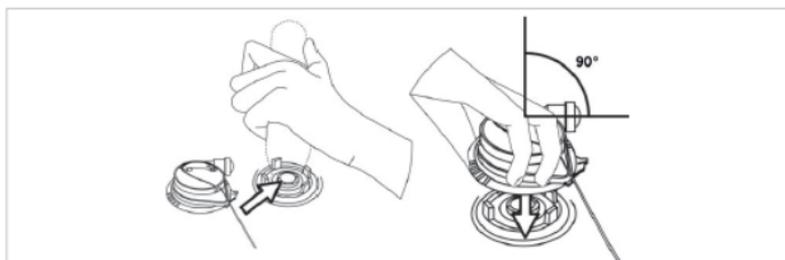

FIGURE 19 INSTALLATION DU BOUCHON HAMMAR
- Maintenez la cartouche de CO₂ à travers le tissu du VFI. Positionnez le bouchon de remplacement avec la valve d'entrée d'eau dirigé vers la droite et appuyez fermement sur le corps du gonfleur et l'anneau d'étanchéité (Fig. 19).